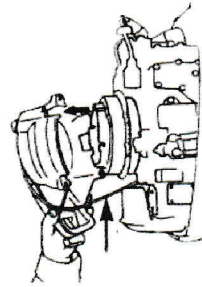

Рис. 29. Последовательность аварийного запуска (1)
- 2) Вывернуть 3 болта М6, освободить рычаг переключения передач, после чего снять корпус стартера (См. Рис. 29).